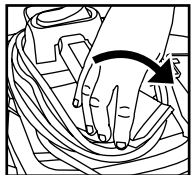

FIGURA 34
56. Tome los laterales del soporte posterior de enrollado de cable, y gírelos 180° en sentido de las agujas del reloj para regresarlo a su posición original. **FIGURA 34.**